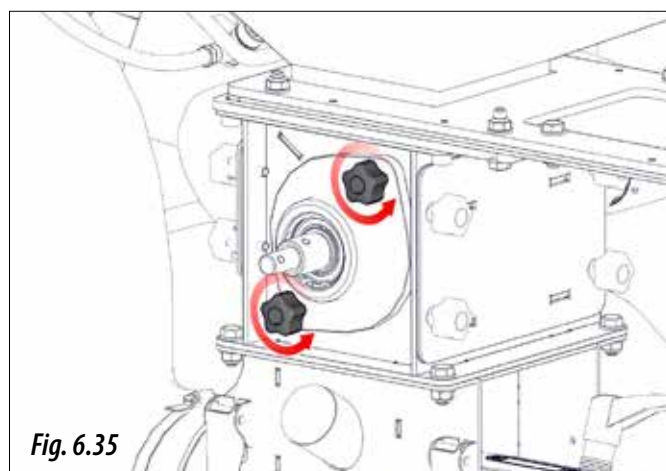

Fig. 6.35
- 2- Sacar los dos pomos (Fig. 6.35).